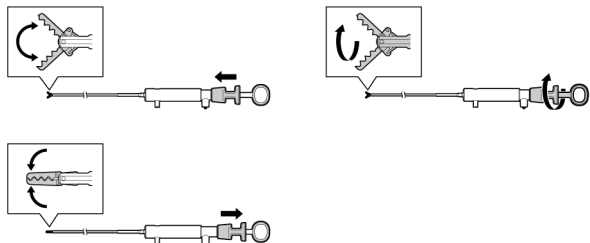

図2
2. 挿入部を直径約 200mm の二重の輪にした状態でスライダを操作して、先端部の爪の開閉、回転操作に異常がないことを確認する。(図 2)